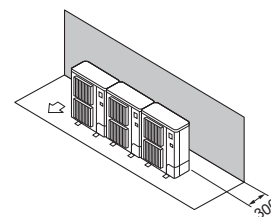

Fig. 2-9
- ⑦ Obstacles uniquement à l'arrière, sur les côtés et au-dessus (Fig. 2-9)
- ① Obstacles uniquement à l'arrière (Fig. 2-9)